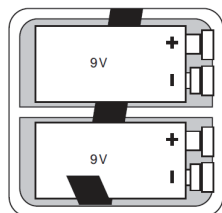

図4 塞栓コイル用パワーサプライ用のバッテリーボックス
- ** 6) バッテリーボックスの蓋を外す。図4に示されているように、+と-の位置を間違えないようにして、古い電池を新しい9Vのアルカリ電池2つと交換した後、蓋をしっかりと閉める。電池は本品を使用していない間は抜き取っておく。